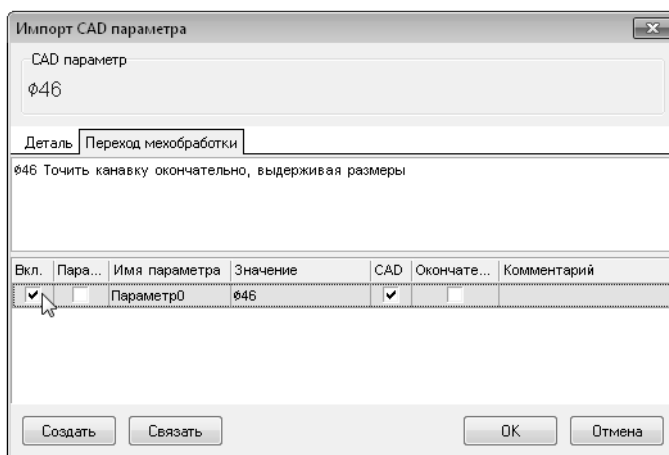

Рис. 4.1.
3. В открывшемся окне **Импорт CAD параметра** (рис. 4.1) перейдите на вкладку **Переход мехобработки**. Нажмите кнопку **Создать** и поставьте галочку в ячейке **Вкл.** Нажмите **ОК**.